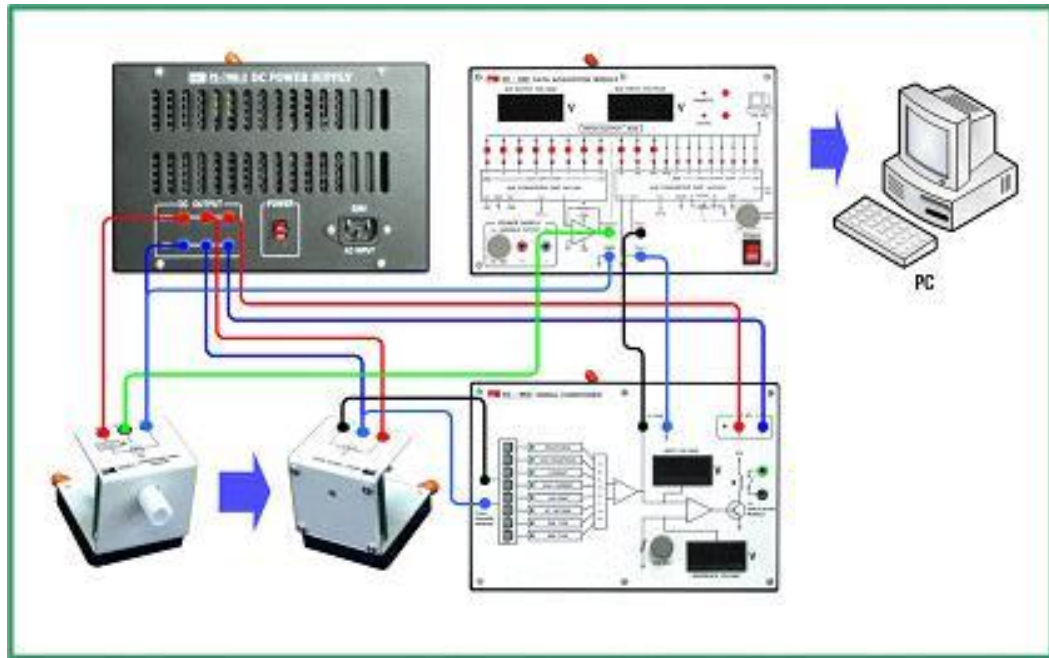

FIGURE 2: Diagramme de branchement du test de la photodiode
1. Réaliser le branchement illustré sur la figure 2 :
- (d) relier les différents module en utilisant les cbles de connexion comme illustré sur la figure 2,